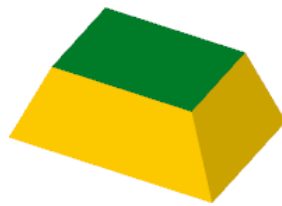

图 14.3.8 仿真结果
(1) 在“操作管理器”中确认 1 - 四轴-切割 - [WCS: 俯视图] - [刀具平面: 俯视图] 节点被选中, 然后单击“验证已选择的操作”按钮 , 系统弹出“Mastercam Simulator”对话框。
(2) 在“Mastercam Simulator”对话框中单击 按钮。系统将开始进行实体切削仿真, 结果如图 14.3.8 所示。
(3) 在“Mastercam Simulator”对话框中然后单击 按钮, 关闭对话框, 完成实体切削验证。